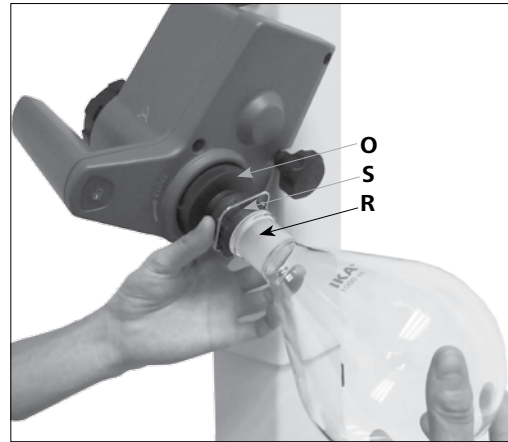

Fig. 15a
- Setzen Sie den Verdampferkolben auf das Dampfdurchführungsrohr (R). (Fig. 15a)